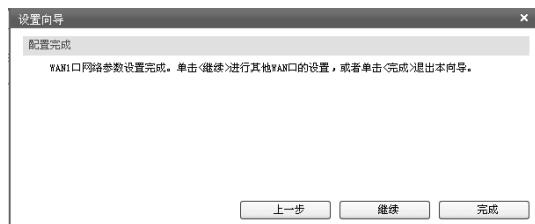

图4-12 配置完成
7. 连接成功后会出现配置完成界面，如**图4-12**所示。单击“完成”退出设置向导，或者单击“继续”进行其他WAN口的设置（单WAN口高速宽带路由器则直接单击“完成”退出设置向导）。